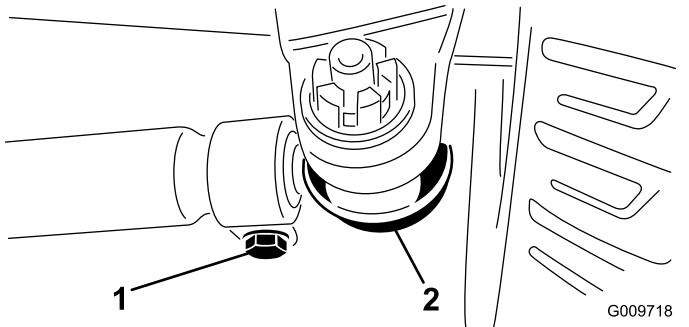

図 73
2. 調整が必要な場合は、タイロッドのボールジョイントのコッターピンとナットを外す図73。アクスルケースサポートからタイロッドのボールジョイントを外す。
3. タイロッド両側のクランプをゆるめる図73。